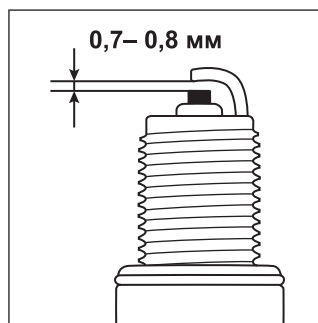

Рис. 19
6. Проверьте величину зазора между заземляющим и центральным электродами, используя специальный щуп. При необходимости установите зазор 0,7-0,8 мм (рис. 19).